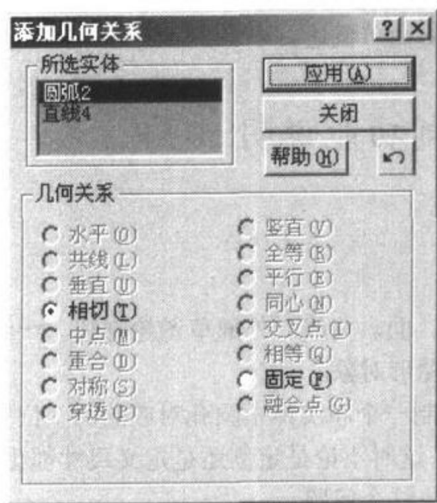
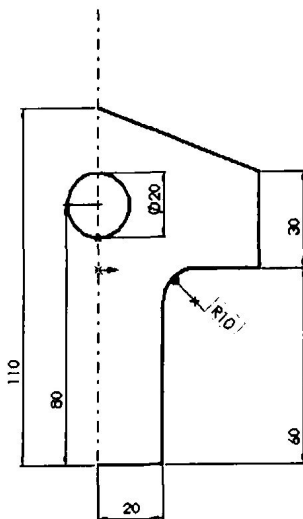

图 1-6 添加几何关系对话框
图 1-7 修剪后的草图
(4) 下面将两直线夹角处的圆定义成和这两条直线相切, 也就是定义圆和直线之间的几何关系。选择“添加几何关系”命令, 系统出现如图 1-6 所示的对话框。
(5) 选择该圆, 接着选择一条直线, “添加几何关系”对话框中自动选中“相切”选项, 按“应用”按钮就完成了相切关系的定义。用同样的方法定义该圆和另一条直线的相切关系。
(6) 选择“裁剪”命令, 鼠标在移动时, 有一个剪刀随着鼠标在动, 选择要裁剪掉的图形对象, 得到如图 1-7 所示的结果。